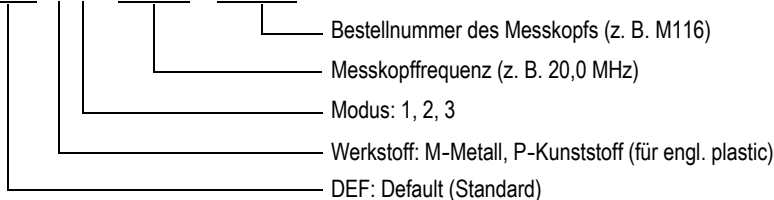

Abbildung 5-3 Standardjustierung für einen Einzelschwinger auswählen
- c) Heben Sie im Fenster **STANDARD** der einzusetzenden Messkopffart (siehe Beispiel in Abbildung 5-3 auf Seite 73) auf der Liste der verfügbaren Standardjustierungen die Justierung für Ihren Messkopf hervor.